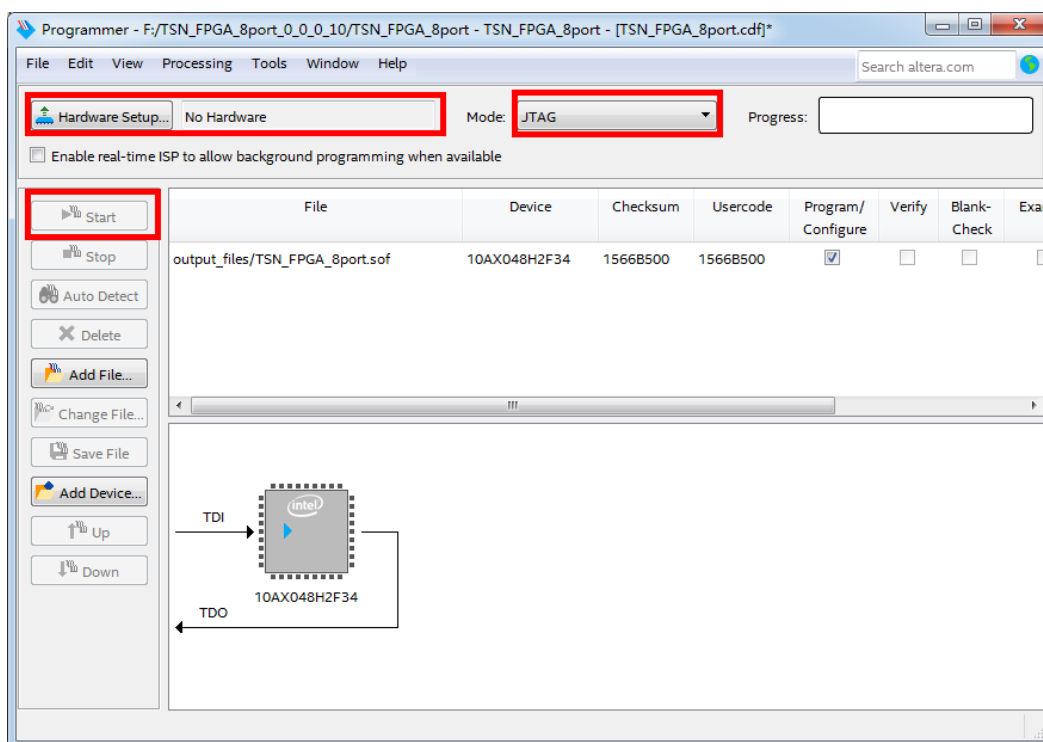

图 4-2 下载 TSN 硬件逻辑
- 3) 选择下载线的 USB 串口，并选择 JTAG 模式下载，点击 start 开始将 TSN 逻辑下载到 FPGA。如下图 4-2 所示。